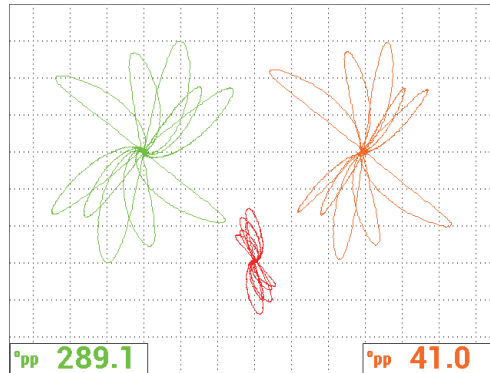

Figura 5-147 Rastreamento de aberturas planas inferiores
2. Pressione a tecla FULL NEXT (→) para ativar o modo de tela cheia e, em seguida, rastreie as aberturas planas inferiores. O sinal deve se parecer com a imagem mostrada na Figura 5-147 na página 234. A lista de todos os parâmetros é mostrada na Figura 5-148 na página 234.